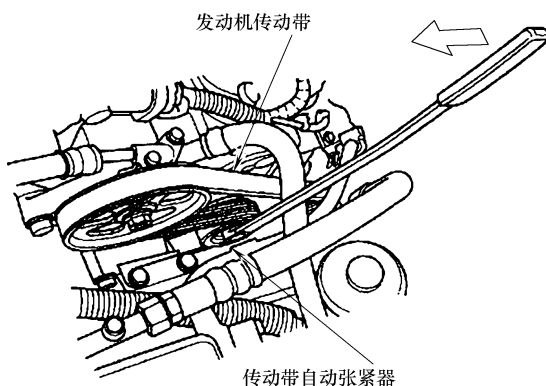

图 23-24 拆卸发动机传动带和自动张紧器
- 4) 按照图 23-24 所示，拆卸发动机传动带和传动带自动张紧器。